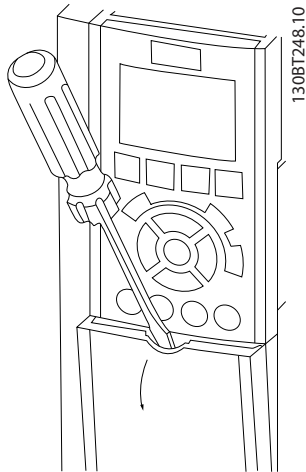
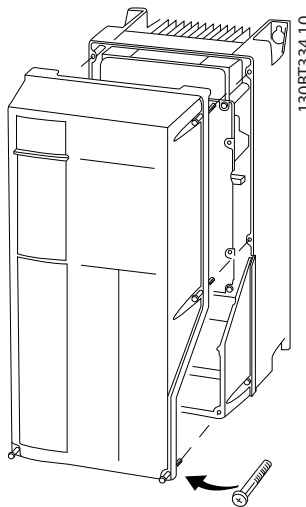

Рисунок 4.3 Доступ к проводке в корпусах IP20 и IP21
Рисунок 4.4 Доступ к проводке в корпусах IP55 и IP66
- Снимите крышку, поддев ее отверткой (см. Рисунок 4.3) или ослабив крепежные винты (см. Рисунок 4.4).